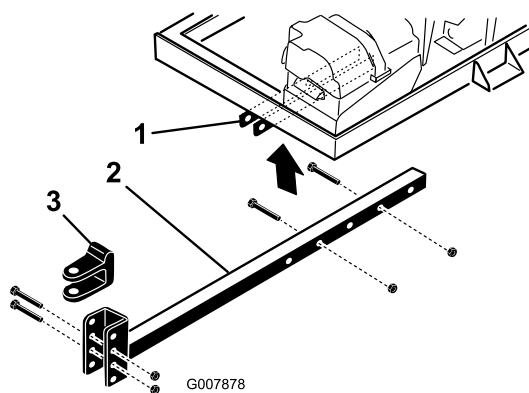

Рисунок 4
2. Вставьте трубу сцепного устройства в кронштейны рамы (Рисунок 4).
- Отверните болты и контргайки крепления вилки сцепного устройства (Рисунок 4) к его трубе.
- Отверните болты и контргайки крепления трубы сцепного устройства к кронштейнам рамы (Рисунок 4).